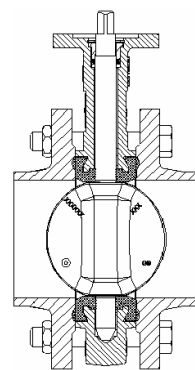

рис. 6
7. Снова откройте заслонку (рис. 6) и затяните гайки (*необходимо затягивать постепенно и последовательно противоположащие гайки так, чтобы равномерно сжать футеровку*) до контакта корпуса заслонки и фланцев (контакт металл/металл).